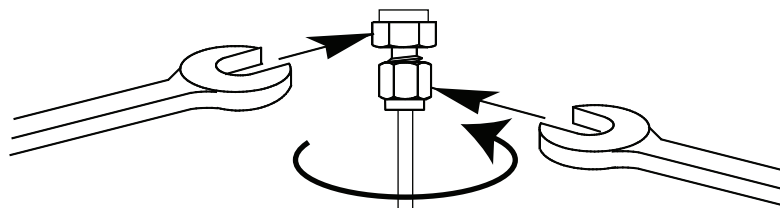

Рис. 17. Окончательное закручивание
- 7 Для фитингов Swagelok 1/8": с помощью пары ключей закрутите фитинг на 3/4 оборота. См. **Рис. 17**.